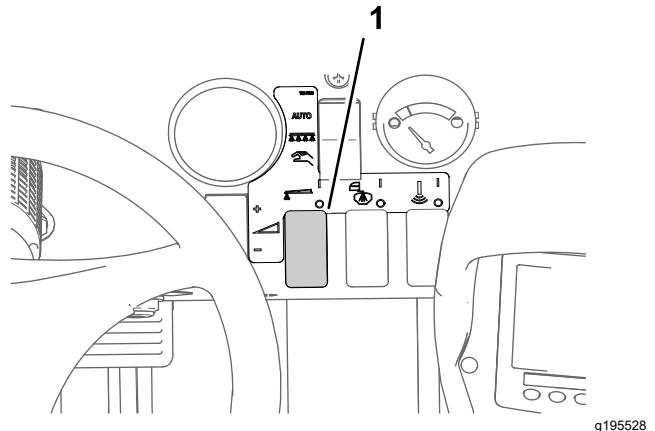

Figure 47
- Utilisez la commande de débit de pulvérisation pour obtenir la pression de pulvérisation voulue comme indiqué dans le guide de sélection des buses fourni avec le pulvérisateur (Figure 47).